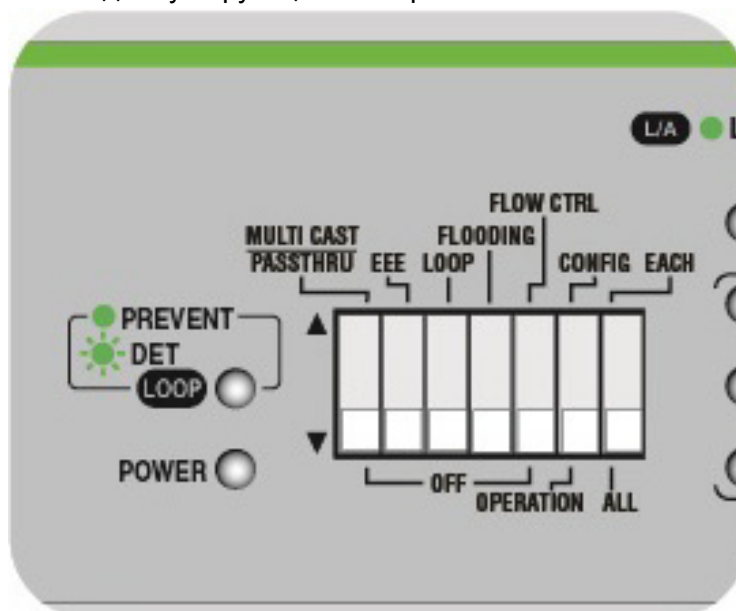

Рисунок 31. Положение DIP-переключателя для отключения режима пропуска кадров многоадресной рассылки
1. Установите DIP-переключатель № 1 в нижнее положение, чтобы отключить данную функцию. См. рис. 31.